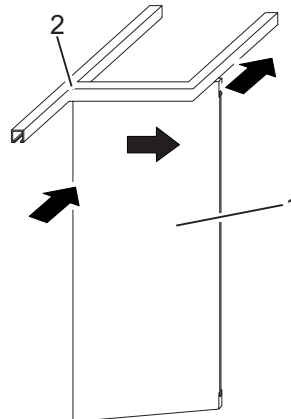

Fig. 1: Rangement des vantaux dans la gare de rangement (exemple)
1. Déplacer lentement le vantail déverrouillé (Fig. 1/1) vers le point de bifurcation (Fig. 1/2).